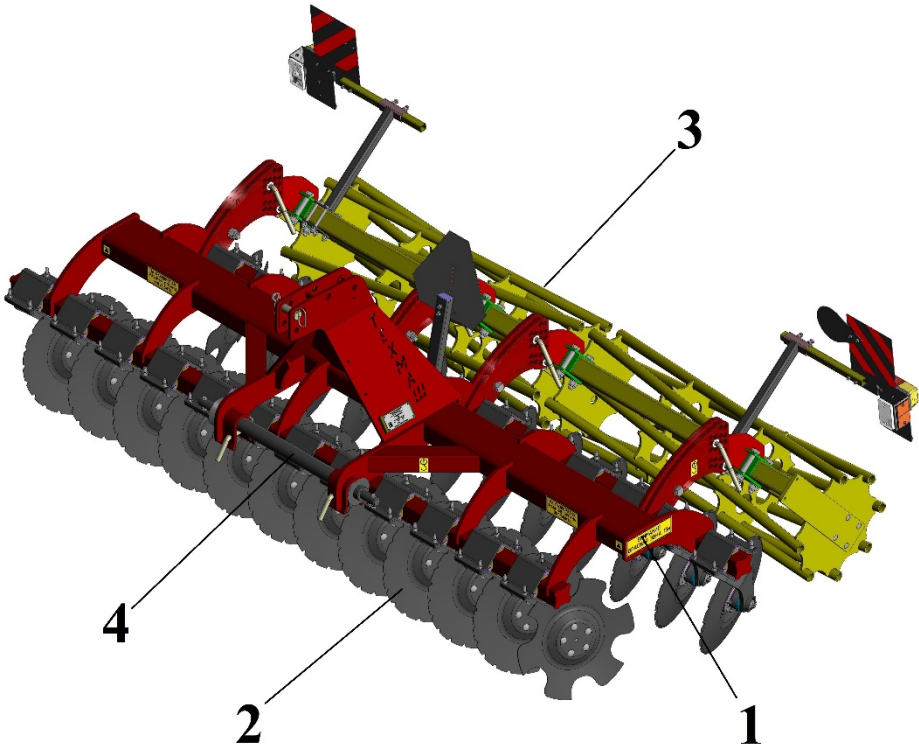

Рисунок 1 – Общий вид агрегата АДЛ-3
3.1 Агрегаты дисковые АДЛ-2,5/-3/-4 представляют собой навесные машины с рядным расположением рабочих органов на индивидуальной стойке и состоит из рамы 1, режущих узлов 2, катков 3, вала навески 4 и электрооборудования 5 (рисунок 1).